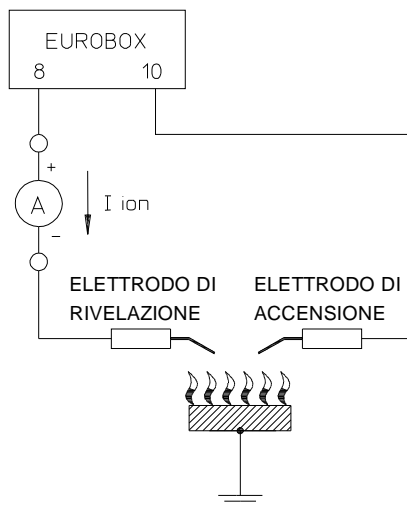

Fig.5
- il livello del segnale di fiamma sia sufficientemente elevato (vedere Fig.5 per l'esecuzione della misura);